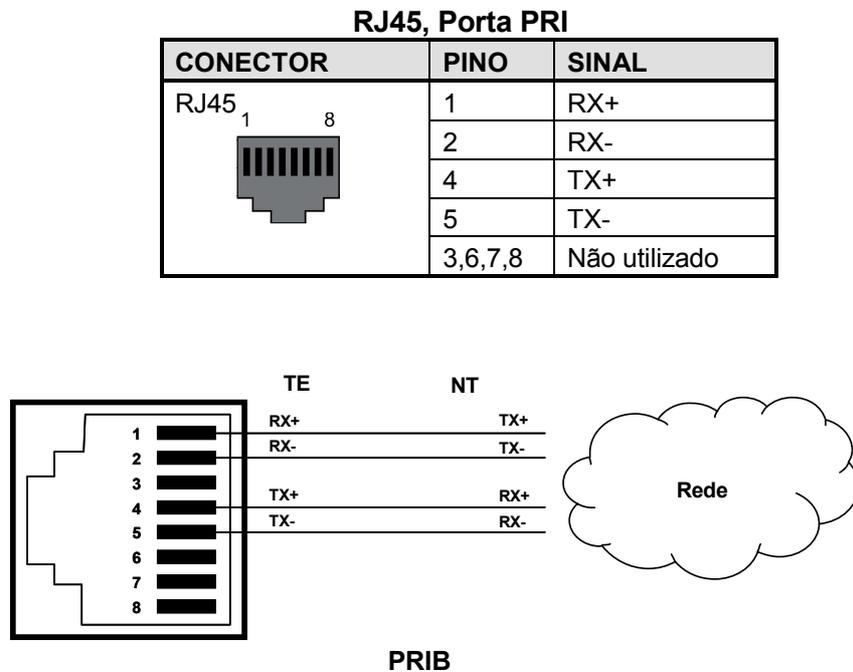

Figura 5.3.3.3-1 Diagrama de Instalação Elétrica do Conector de E1-PRIB
- insira e gire o cabo de terminação RJ45 para a E1-PRIB através do núcleo, conforme exibido na Figura 5.3.3-1.